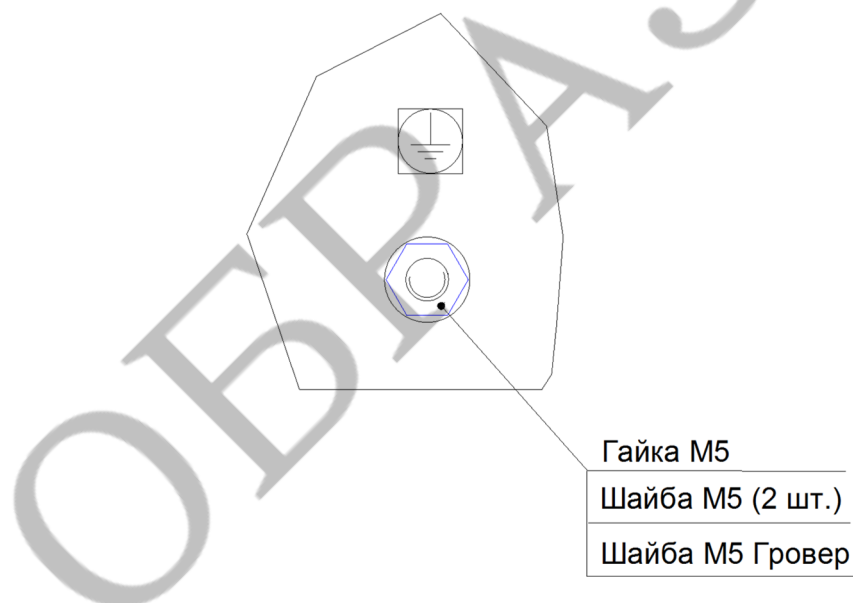

Рисунок 4
6.4 Подключить БСТ к контуру заземления. Зажим для заземления показан на рисунке 3. Закрепить провод заземления на зажиме для заземления, используя для этого комплект крепежных деталей, закрепленный на зажиме для заземления (см. рисунок 4).